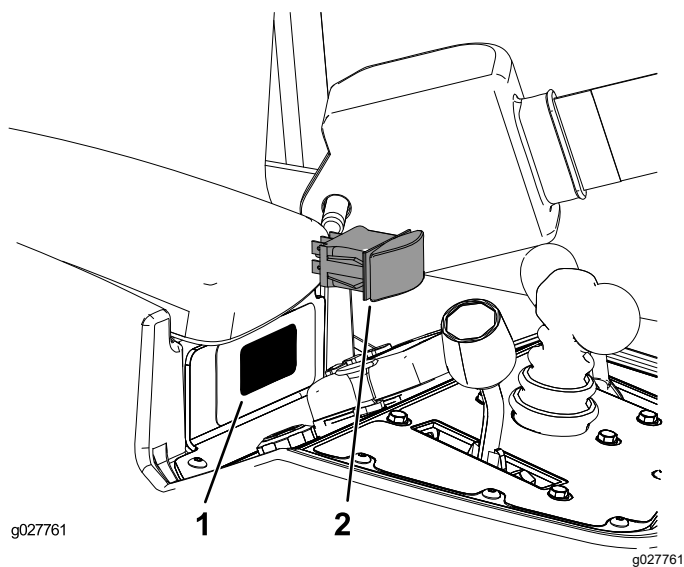

Рисунок 10
2. Нажимая изнутри панели управления, выдавите заглушку из отверстия (Рисунок 10).
3. Вставьте кулисный переключатель в монтажное отверстие панели управления, как показано на Рисунок 10.